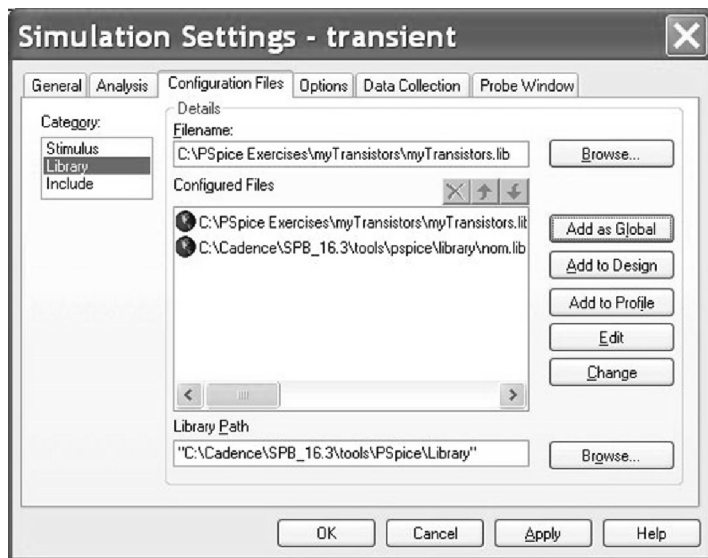

图 16.24 将 myTransistors.lib 添加为 PSpice 全局元器件库
10. 选择菜单 **PSpice > New Simulation Profile** 建立新的仿真设置文件。在 Configurations Files 文件配置选项卡下选择 **Category > Library**, 然后通过浏览按钮对 myTransistors.lib 库文件进行选择。按照练习 1 的步骤 8, 可以把库文件添加为全局库或者局部库。如图 16.24 所示, 本练习把